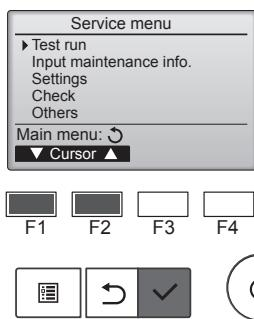

Fig. 6-4
- ③ С помощью кнопки [F1] или [F2] выберите пункт "Test run" (Тестовый прогон) и нажмите кнопку . (Fig. 6-4)